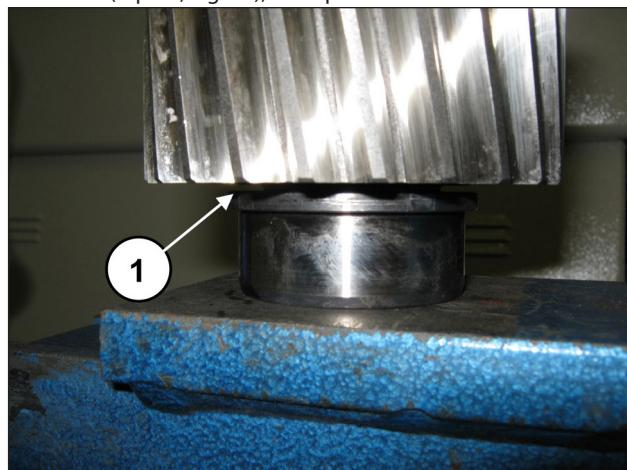

Fig. 82
Prémonter sur le pignon la bague extérieure du roulement 40x90x23 (rep. ①, Fig. 82), en le poussant à fond.